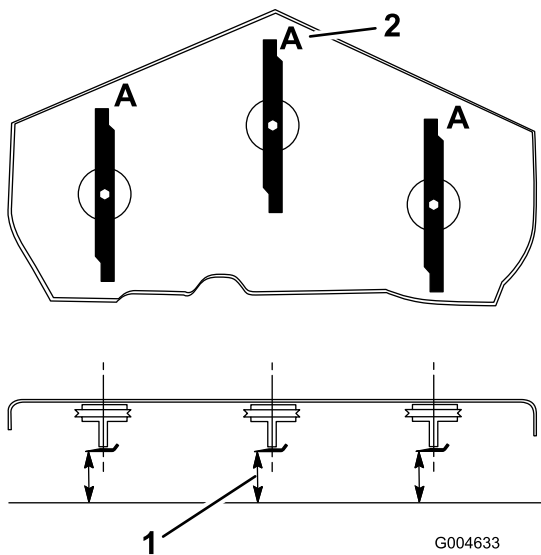

Bild 20
3. Drehen Sie die Schnittmesser, bis die Enden nach vorne und hinten gerichtet sind (Bild 20). Messen Sie von einer ebenen Fläche bis zu den Schnittkante (Position A) der Messer (Bild 20). Notieren Sie diesen Wert.